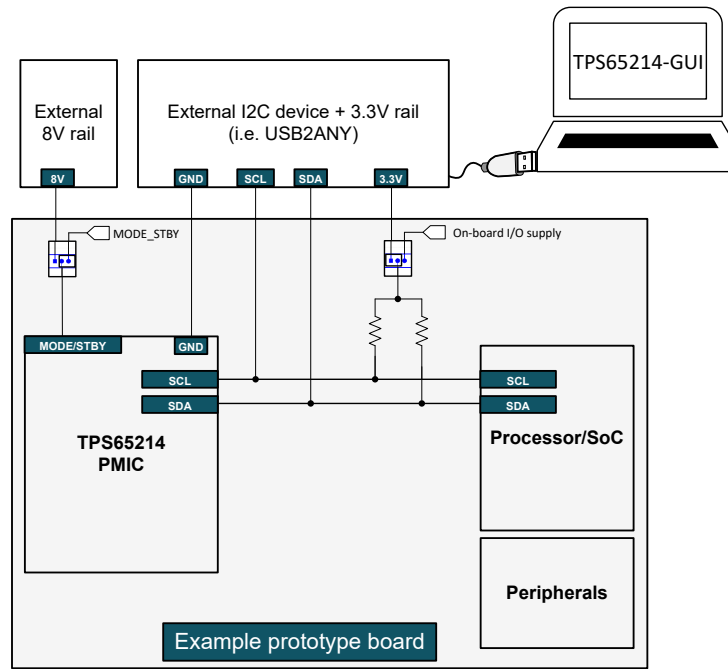

图 3-2. 原型示例
- **原型板**：默认情况下，用户可编程的 TPS6521405 NVM 附带的所有电源资源均处于非活动状态，并且 EN/PB/VSSENSE 引脚配置为“Push-Button”，FSD 处于禁用状态 (PU_ON_FSD = 0x0)。如果此引脚上拉至 VSYS，当有效电源连接到 VSYS 时，PMIC 会保持关闭状态 (初始化状态)。此配置允许在执行上电序列之前重新对 NVM 进行编程。图 3-2 展示了客户需要在原型板中包含哪些内容来重新对 PMIC NVM 进行编程。所需的元件包括 GND、SCL、SDA 上的三个测试点以及两个 1x3 单排接头连接器。其中一个接头连接器必须支持上拉电源在外部 3.3V 电源轨与正常应用中为 I2C 引脚供电的 PMIC 电源轨之间进行切换。必须增加一个接头连接器，以便在正常的 MODE/STBY 运行模式与用于 NVM 编程步骤的外部 8V 电源之间进行切换。